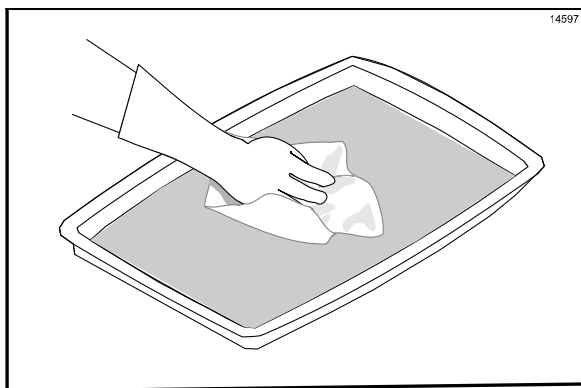

图 43
10. 用一块干净并浸蘸有消毒液的煎炉抹布浸蘸一些煎炉清洁剂，不要让抹布饱和。（请见图 43）